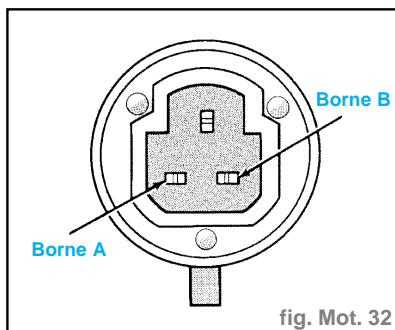

fig. Mot. 32
- Connecter un multimètre numérique à haute indépendance (digitale) d'entrée aux bornes **A** et **B** (fig. Mot. 32). L'ohmmètre doit indiquer ce qui suit :